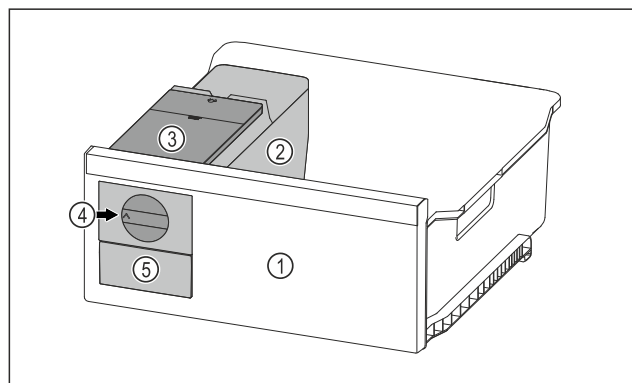

Fig. 97 Shembull ilustrues
- Rrotulloni dorezën e rrotullimit Fig. 97 (4) deri në fund në drejtim të akrepave të orës.
- Kubat e akullit bien nga forma e kubave të akullit brenda në sirtarin e kubave të akullit Fig. 97 (5). Nëse nga forma e kubave të akullit nuk bien të gjithë kubat e akullit: